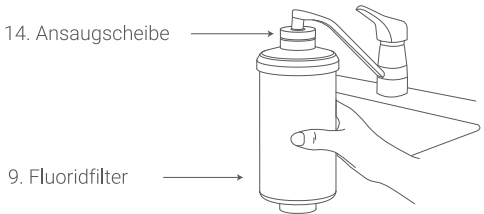

Abbildung 4
Bringen Sie den Fluoridfilter (9) am Wasserauslass Ihres Wasserhahns an, indem Sie ihn mit der Ansaugscheibe (14) fest verschließen, und spülen Sie den Fluoridfilter (9) mindestens 120 Sekunden lang oder bis das Wasser klar ist. (Abbildung 4)